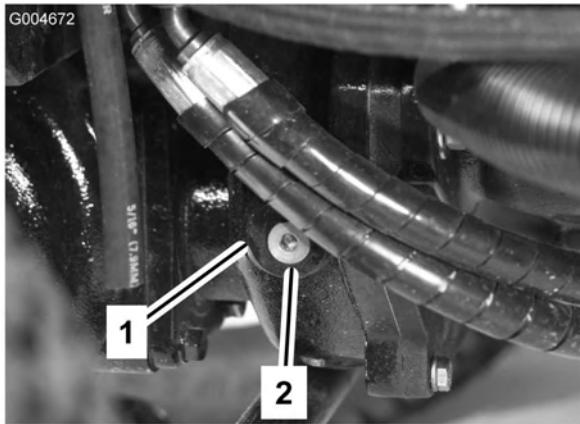

Figura 13
- Togliete il tappo di controllo/riempimento dal lato sinistro del riduttore (Figura 13) e verificate che il lubrificante raggiunga la base del foro. Se il livello è basso, rabboccate con lubrificante fino a portarlo alla base del foro.